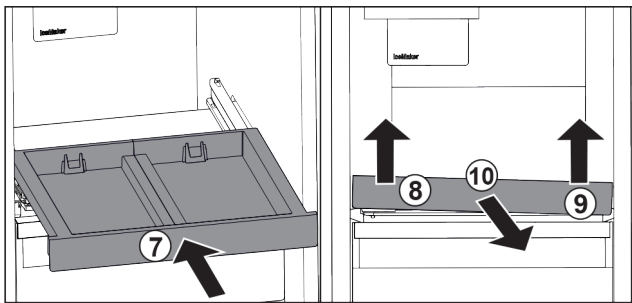

Fig. 82
- ▶ Gurnite izvlačnu ploču. Fig. 82 (7)
- ▶ Podignite izvlačnu ploču naprijed lijevo. Fig. 82 (8)
- ▶ Podignite izvlačnu ploču naprijed desno. Fig. 82 (9)
- ▶ Izvadite izvlačnu ploču prema naprijed. Fig. 82 (10)